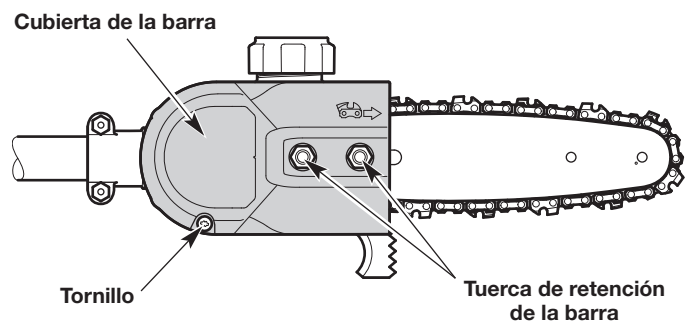

Fig. 15
1. Extraiga el tornillo y dos (2) tuercas de retención de la barra (1/2 pulgada) (Fig. 15).
2. Extraiga la cubierta de la barra (Fig. 15).
- Afloje las tuercas de retención de la barra, pero no las quite (Fig. 15).